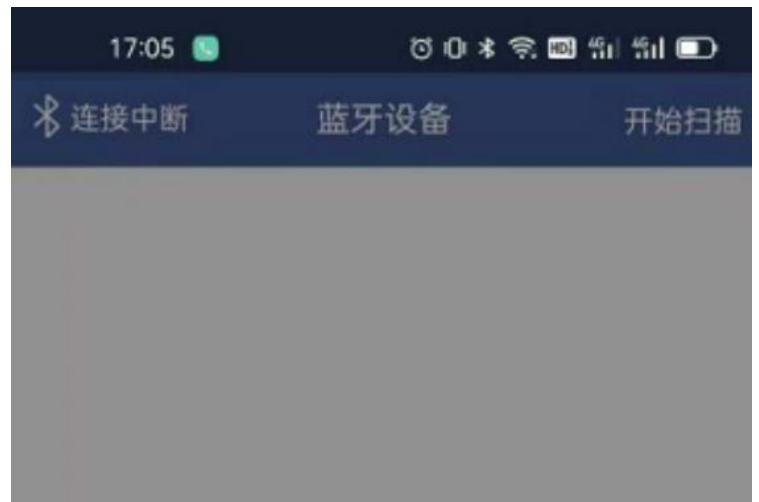

图3.1
② 点开始扫描，如无显示，则需多次点击几次，如图3.1所示。